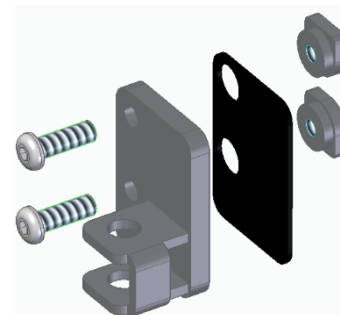

Abbildung 2
Die sechseckige Sondermutter (9) ist für VW Crafter bis Modeljahr 2022, die andere (10) ab Modeljahr 2022 (Abb. 2). Das Anzugsdrehmoment für die Schrauben der oberen Halterungen ist 20 Nm, die Schrauben der unteren Halterungen ziehen Sie erstmal handfest an. Zwischen die Halterungen (6+7+8) und dem Scharnier kommt jeweils ein Lackschutz-Moosgummi-Zuschnitt (21 - Abb. 2).